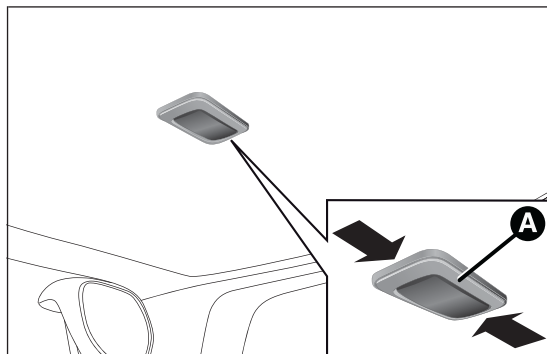

fig. 42
- ☐ actuar en el punto indicado por las flechas y retirar el plafón A fig. 42;
- ☐ volver a montar el plafón A fig. 42 introduciéndolo en su posición correcta, primero de un lado y, a continuación, presionando el otro hasta oír el "clic" de bloqueo.